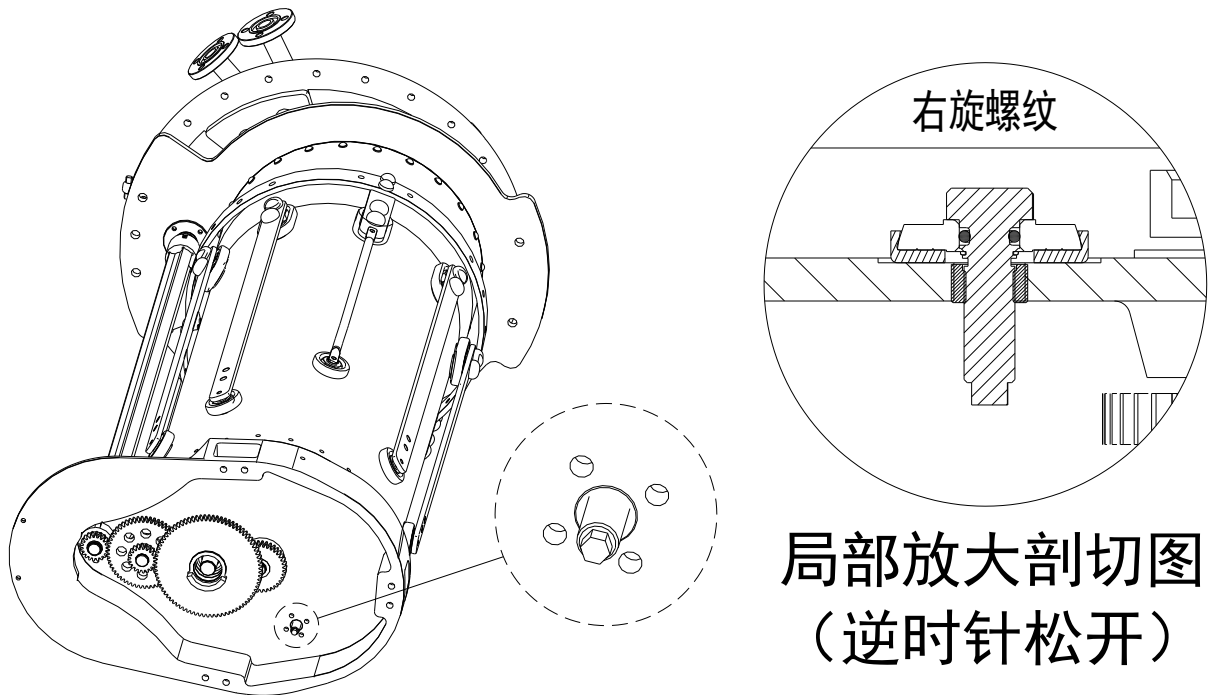

图 7-2 放油螺栓 (示意图)
- ✓ 逆时针方向转动松开在开关油室底和分接选择器机构之间的放油螺栓（见图 7-2）。